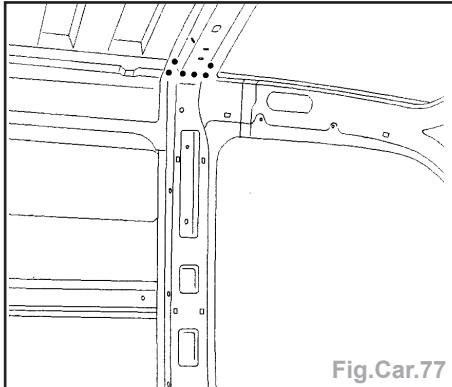

Fig.Car.77
- Souder par points bouchon MAG et meuler les points de soudure (Fig.Car.77).